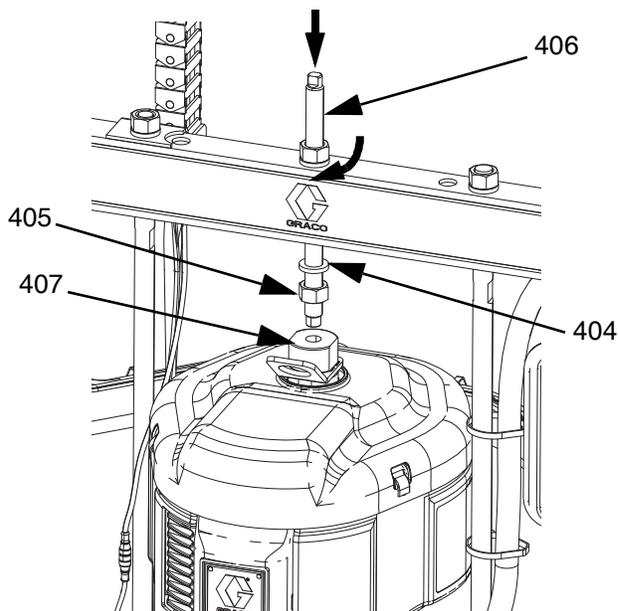

FIG. 47
- b. Faites glisser la tige filetée (406) dans l'orifice central de l'élévateur. Installez les rondelles de verrouillage (404) et les écrous (405) sur la tige filetée (406), au-dessus et en dessous de la barre transversale. Utilisez une clé pour maintenir l'adaptateur de l'anneau de levage (407) et serrez la tige filetée (406) sur l'adaptateur de l'anneau de levage (407) à l'aide d'une autre clé. Voir la FIG. 47.
- c. Serrez l'écrou (405) en dessous de la barre transversale au couple maximum de (34 N•m).
- d. Serrez l'écrou (405) au-dessus de la barre transversale pour verrouiller le moteur pneumatique (B) en place.